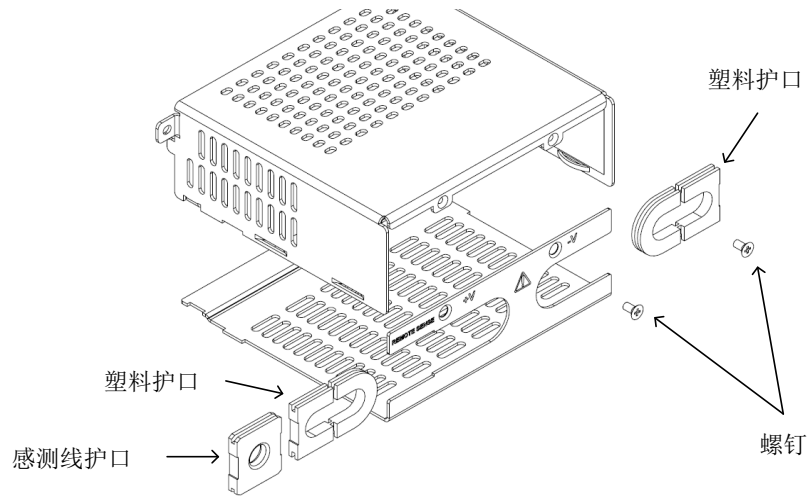

图 4-49：拆卸输出保护装置 (7.5kW)
3. 拧下后侧的螺钉，打开输出保护盖（在配件套件中提供），如图 4-49 所示。取下两个塑料护口和感测线护口。